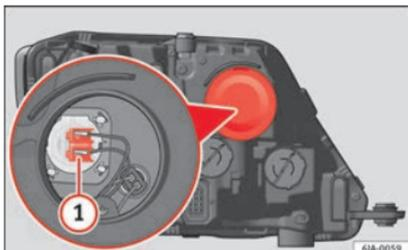

Fig. 90 Cambio de lámpara de la luz de carretera.
- Extraiga el conector » **fig. 90** ① tirando hacia afuera.